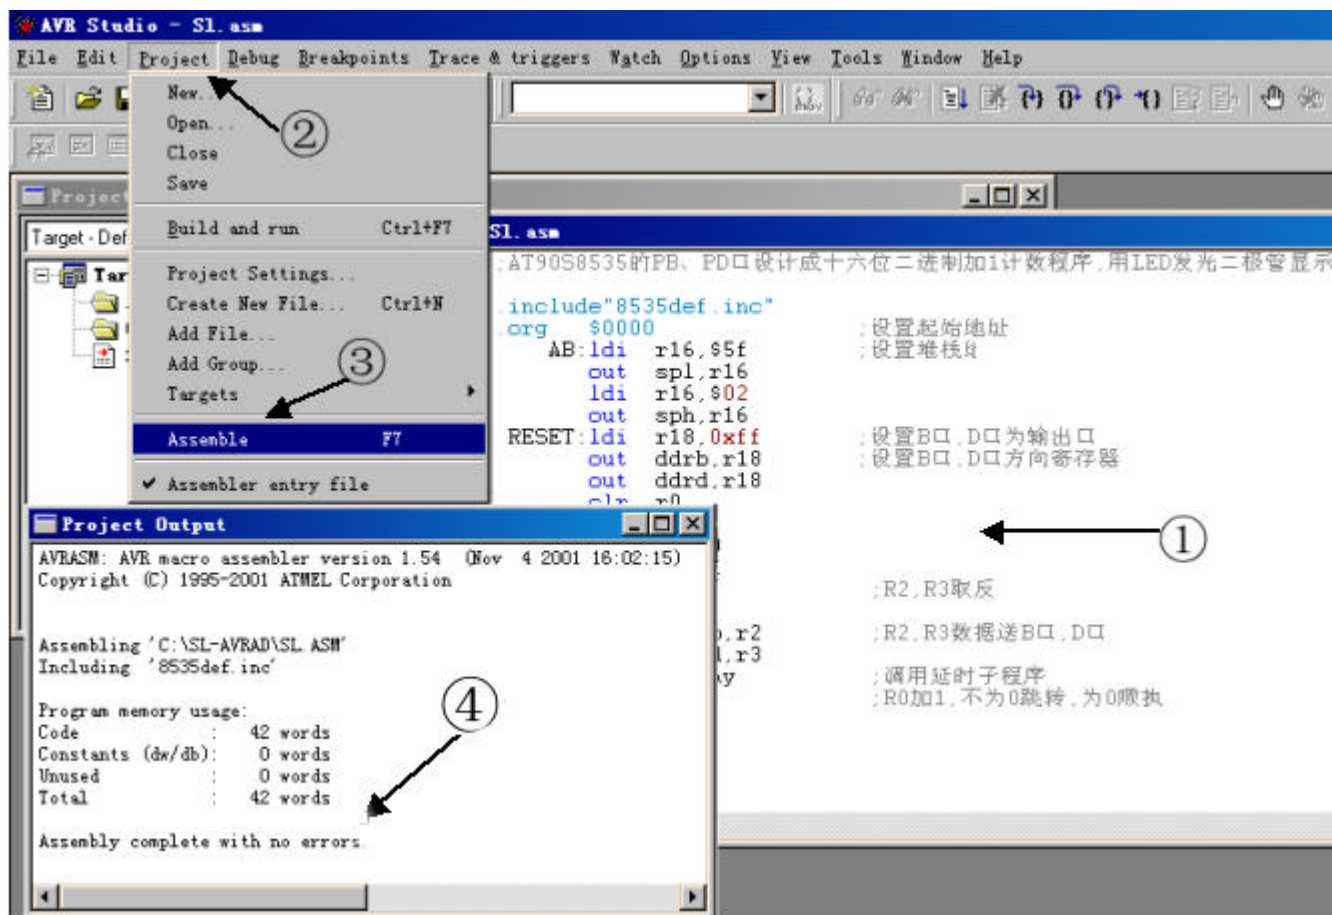

图 12
① 窗口输入源文件SL.ASM; ②选Project菜单; ③选Project下拉菜单的Assemble编译选项, 进行编译; ④编译通过,显示编译提示, 图 12。